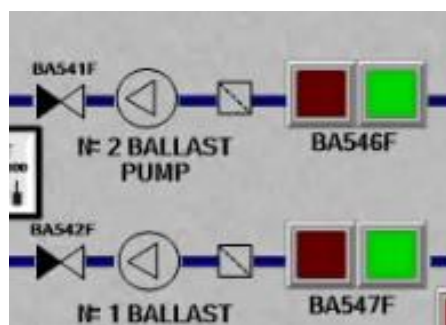

Figura 59- BA546F i BA547F obertes
3. Finalment, obrirem les vàlvules BA546F i BA547F, aquestes seran les que comuniquen amb el *Sea Chest* i permeten entrar l'aigua a les bombes. De la mateixa manera que les anteriors, les obrirem premen els botons verds i esperant uns segons (*Figura 59*).
2. A continuació obrirem les 2 vàlvules d'entrada a les bombes 1 i 2, aquestes són la BA547F i BA546F respectivament (*Figura 59*).